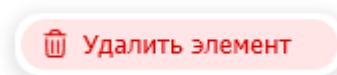

Рисунок 4.3.5
- 20) Для удаления точки из списка кликните правой кнопкой мыши по требуемому значению и выберите пункт «Удалить элемент» (см. рис. 4.3.5);